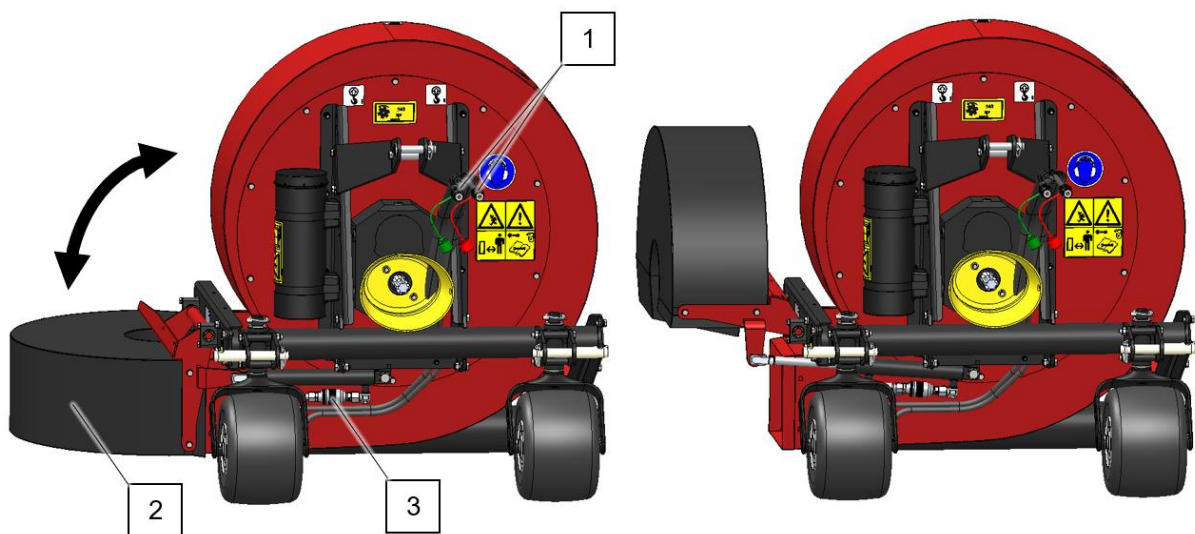

Abb. 8
Über den Hydraulikanschluss (1) kann die Position des Rücklaufauslasses (2) festgelegt werden (Abb. 8).